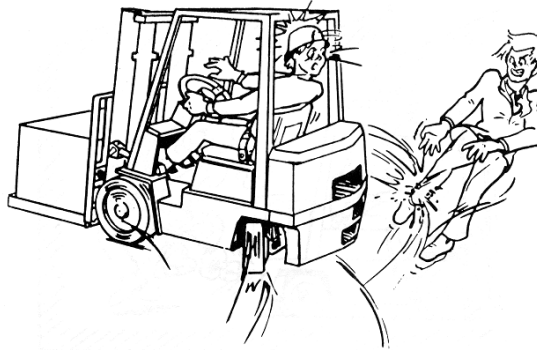

Fig. 10.3 Superficies resbaladizas
- Elimine el agua, el aceite, la arena, el hielo o la nieve del suelo antes de comenzar a trabajar, pues el operador podría perder el control del montacargas. (Ver Fig. 10.3)